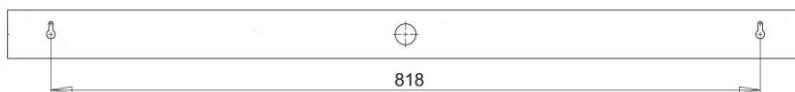

Рис. 1 Установочный размер облучателя
7.3. Закрепить корпус облучателя к опорной поверхности шурупами 4x50 ГОСТ 1144-80 по разметке согласно рис. 1, 3 на высоте не менее 2,2 м от пола.